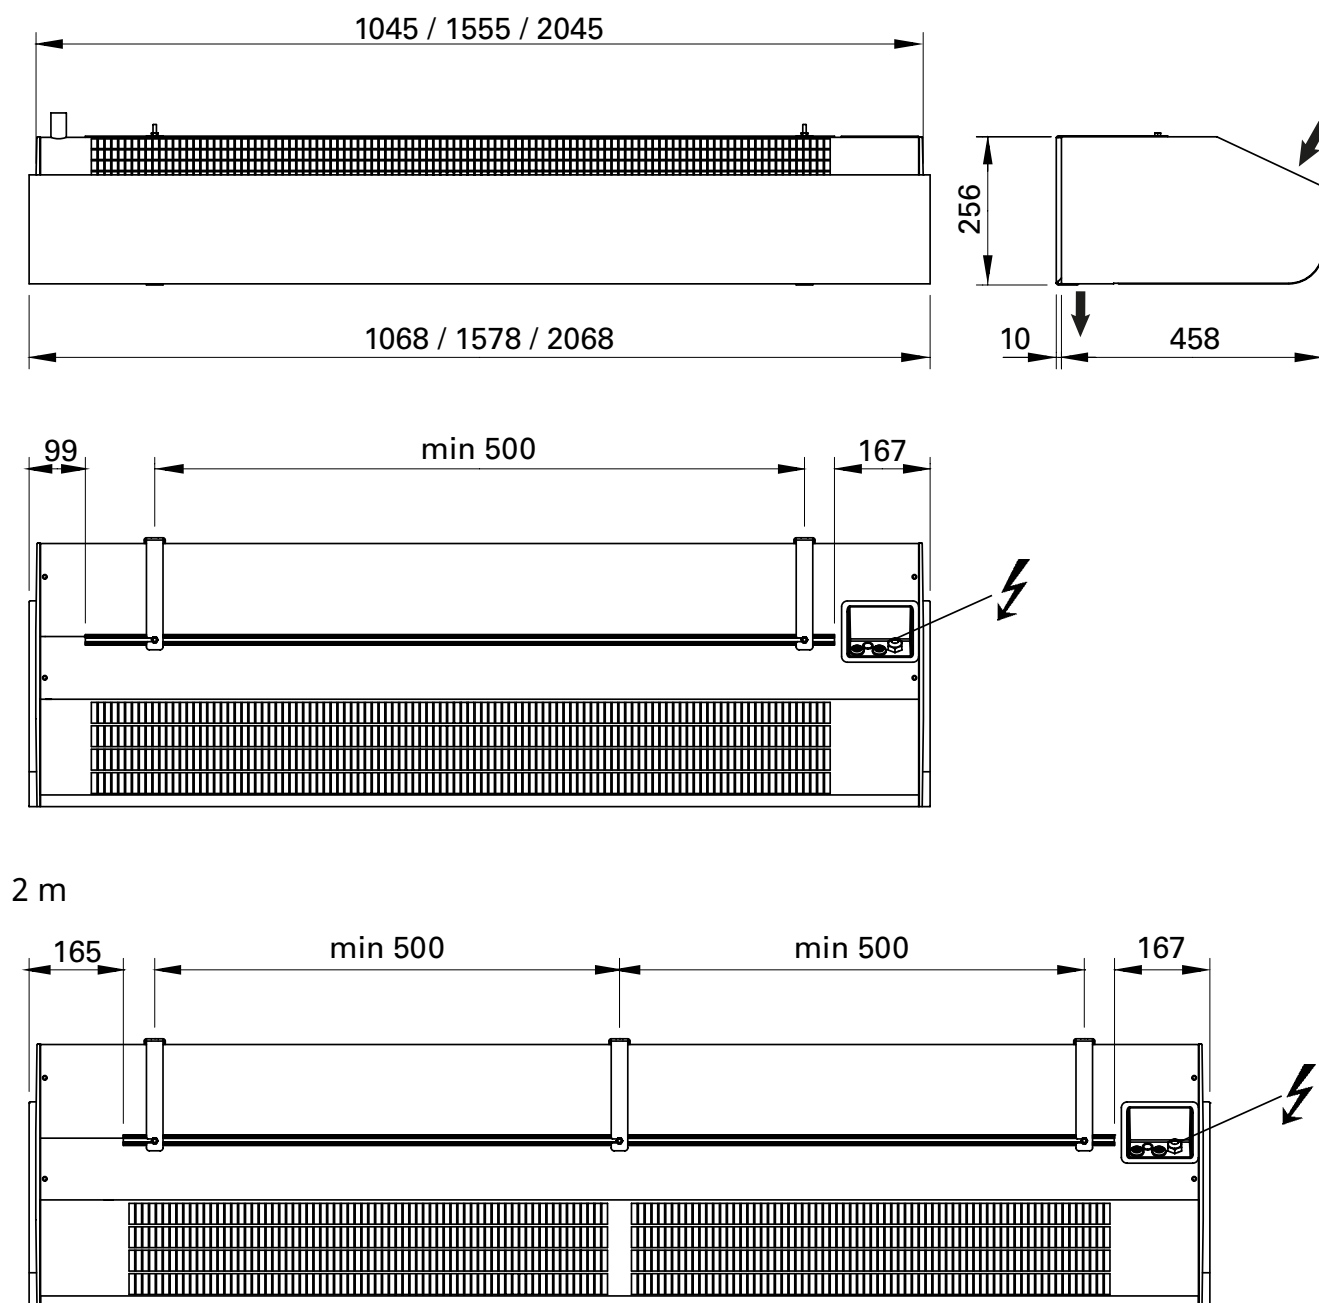

Fig. 1
1. Monter konsollerne på væggen, se fig. 4A og dimensionstegning fig. 1. Hvis væggen er ujævn, skal der kompenseres for dette med beslagene.